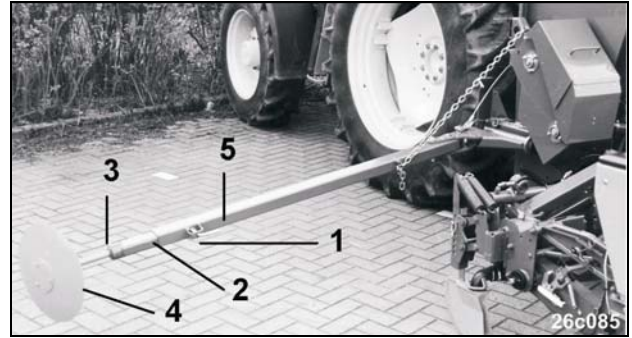

Fig. 99
- aan de veerbelaste nok (Fig. 99/1) trekken en de markeurpijp (Fig. 99/2) telescopisch uittrekken tot de nok voor de eerste keer inklinkt.
- nog eens aan de veerbelaste nok (Fig. 99/1) trekken en de markeurpijp (Fig. 99/2) nog verder uittrekken tot de nok opnieuw inklinkt.
- Klembout losdraaien (Fig. 99/3) en markeurschijf (Fig. 99/4) uittrekken en de agressiviteit van de markeur door deze te verdraaien zo aanpassen, dat de schijf op lichte grond ongeveer evenwijdig aan de rijrichting loopt. Op zware grond de schijf meer stekend zetten zodat ze agressiever werkt en een duidelijk herkenbaar spoor achter laat.